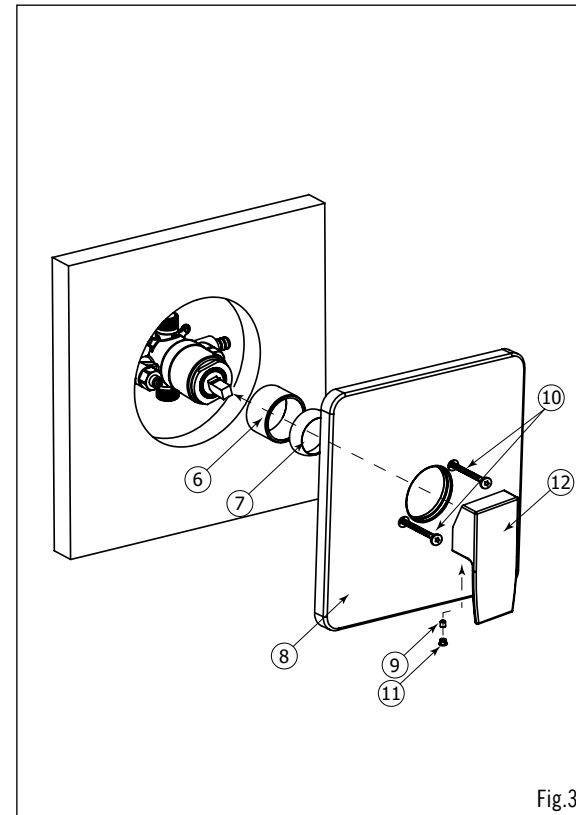

Fig.3
Insert the decorative sleeve (6) onto the cartridge holder (See Fig.3) then screw the dome cap (7) onto the valve body. Slide in trim around the valve body and press it firmly against the wall. Make sure the trim is properly aligned with red marking (HOT water) on the left and blue marking (COLD water) on the right. Fix the trim (8) with the 2 screws supplied (10).
Insérer l'anneau décoratif (6) autour du manchon (Voir Fig .3). Ensuite, visser le capuchon en dôme (7) sur la valve. S'assurer que la plaque soit bien alignée afin que le trait rouge (eau CHAUDE) soit du côté gauche et le trait bleu (eau FROIDE) du côté droit. Fixer la plaque de finition (8) avec les 2 vis fournies (10).